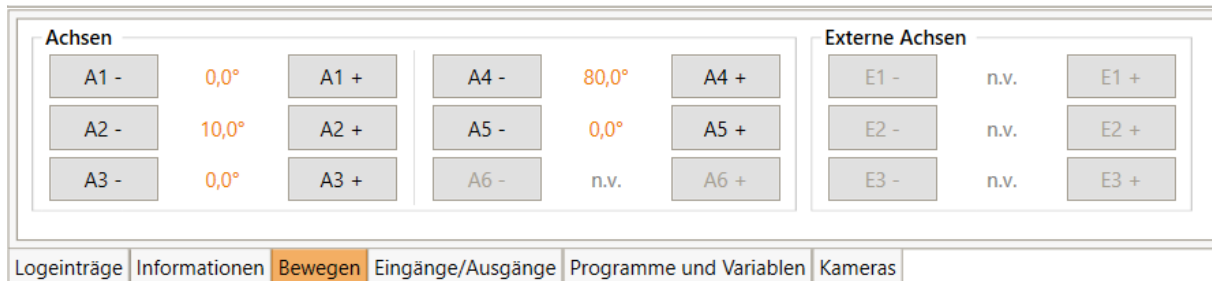

Abbildung 9: Die Softwareschaltflächen für "Achse"-Bewegungen. In beiden kartesischen Modi wechseln die Schaltflächen auf X, Y, Z, A, B und C.
- "Achse": Ein Klick auf A1 bis A6 bewegt die entsprechende Roboterachse (falls vorhanden). E1 - E3 bewegt die externen Gelenke. Dies können lineare oder Rotationsachsen sein (Abb. 9).